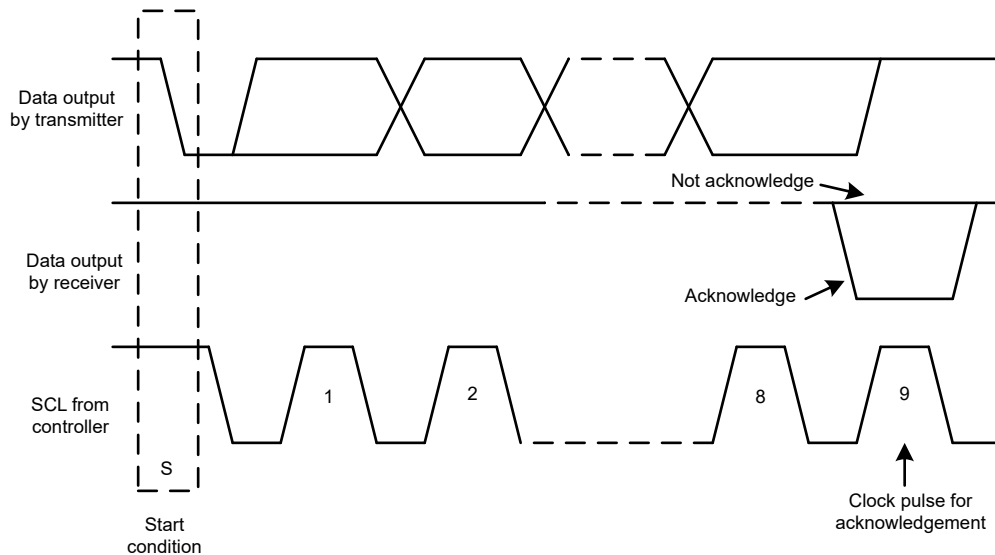

图 6-20. I²C 总线上的确认和非确认
除了特定的时序信号外，I²C 接口还使用串行字节。在每个字节结束时，第九个时钟周期产生并检测确认信号。确认是指 SDA 线在第九个时钟周期的高电平期间被拉低。非确认是指 SDA 线在第九个时钟周期的高电平期间保持高电平，如图 6-20 所示。
2. 控制器随后产生 SCL 脉冲，并在 SDA 线上发送 7 位地址和读取/写入方向位 ($\overline{R/\overline{W}}$)。在所有传输期间，控制器确保数据有效。有效数据条件要求 SDA 线在时钟脉冲的整个高电平期间保持稳定，如图 6-22 所示。所有器件都识别控制器发送的地址，并将其与相应内部固定地址进行比较。只有具有匹配地址的目标器件才会通过在第 9 个 SCL 周期的整个高电平期间拉低 SDA 线来生成确认，如图 6-20 所示。当控制器检测到此确认时，则表示与目标的通信链路已建立。